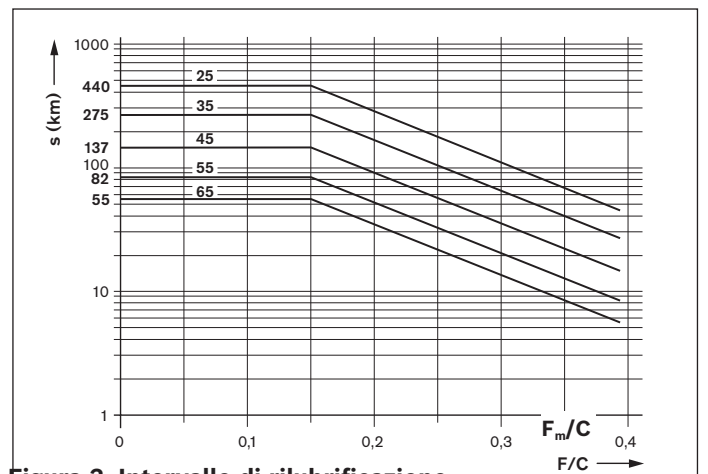

Figura 3: Intervallo di rilubrificazione
- s = Intervallo di rilubrificazione secondo la figura 3 (km)
- C = Fattore di carico dinamico (N)
- F_m/C = Carico del cuscinetto dinamico equivalente (N)